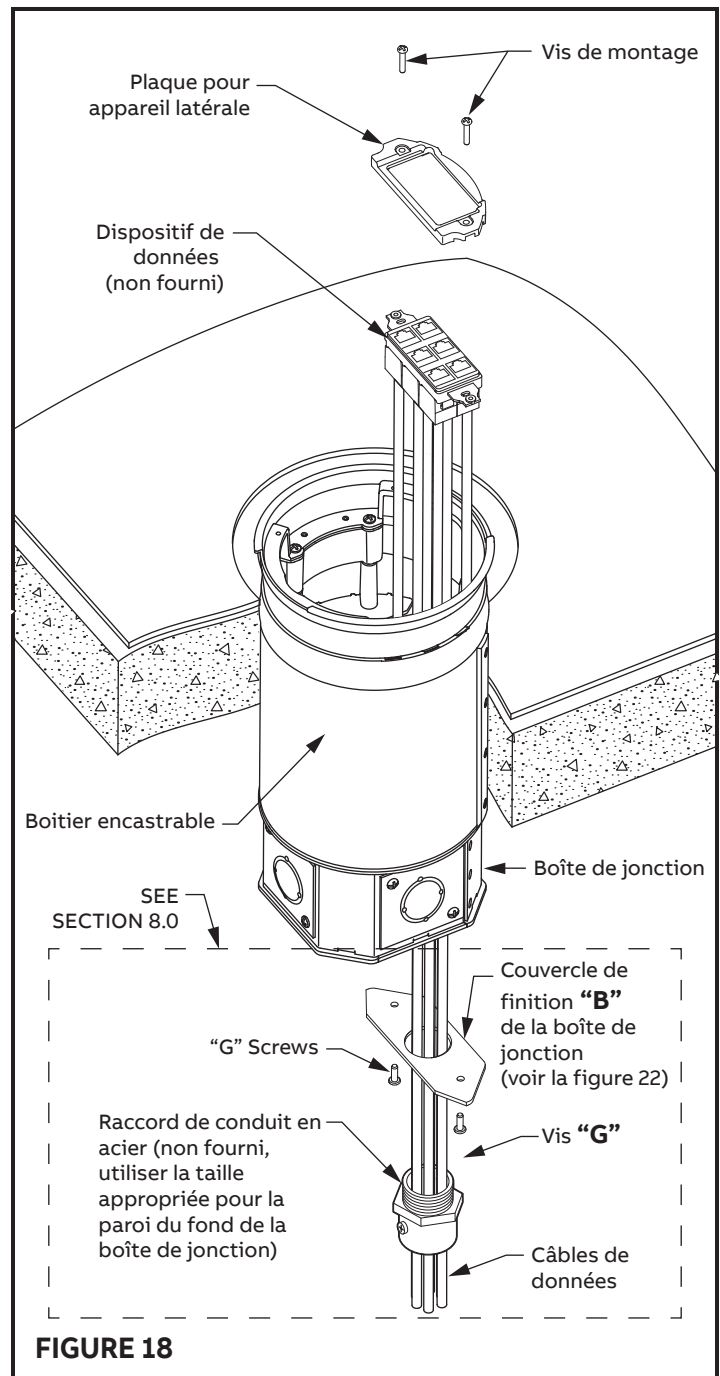

FIGURE 18
- 7.3 Faire passer le câble de données dans le raccord de conduit en acier et le trou dans la paroi du fond de la boîte de jonction pour arriver dans la boîte de jonction. Diriger les câbles de données vers les groupes sélectionnés pour les brancher à la plaque pour prise de données. Les prises de données peuvent être raccordées avant leur passage dans la boîte encastrable. La paroi de la boîte de jonction pourrait être desserré de la boîte de jonction pendant que l'on y fait passer le câble. (Voir figure 18). **REMARQUE :** Si 2 ou 3 groupes ont été désignés pour les DONNÉES, on peut utiliser la paroi E et D pour le fond de la boîte de jonction (voir la figure 22).
- 7.5 Fixer les plaques de prises de données à la boîte encastrable. Utiliser les vis fournies avec la plaque de prise de données. Les vis doivent traverser les trous dans la plaque, ceux dans la plaque de prise de données et visser dans la surface de montage à trois groupes en retrait. (Voir figures 18 et 19).